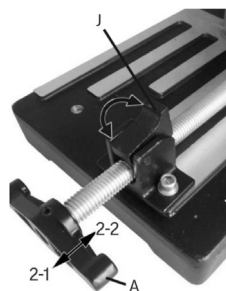

fig. 2
2. Desserrez la poignée pivotante (A) à la base de l'outil (fig. 2).